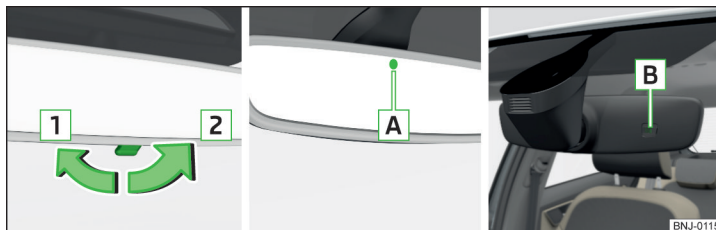

Fig. 52 Oglinda interioară: cu efect heliomat manual / cu efect heliomat automat / senzor de lumină
**Oglindă cu efect heliomat manual** » *fig. 52*
**Oglindă cu efect heliomat automat** » *fig. 52*